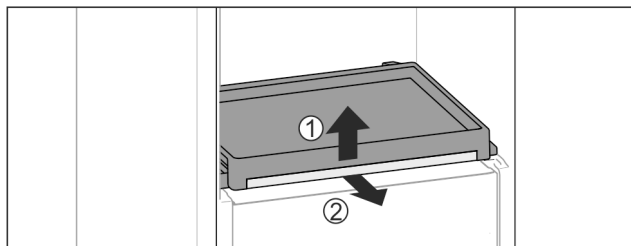

Fig. 42
- ▶ Wyjmowanie wysuwanej półki oraz szklanej płyty: Podnieść lekko szklaną płytę z przodu Fig. 42 (1) i wyciągnąć do przodu Fig. 42 (2).